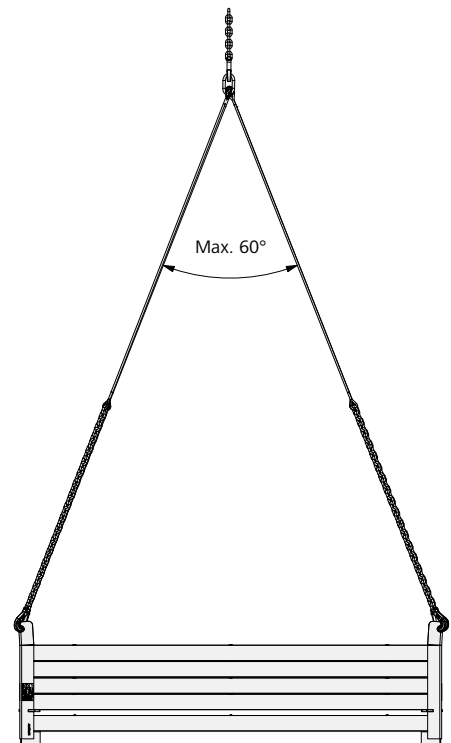

Abb. 76.4
- Der Spreizwinkel am Krangehänge darf 60° nicht überschreiten (Abb. 76.4).